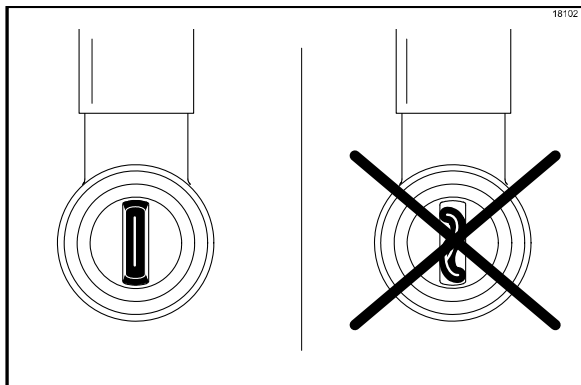

Рисунок 31
17. Проверьте правильность установки клапана с плоской головкой внутри наконечника фитинга сиропа. Торце клапана с плоской головкой **должен быть расположен на одной плоскости** с уплотнителем линии подачи сиропа. (См. рис. 31)